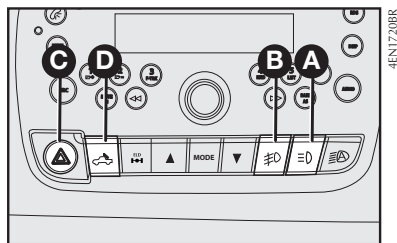

fig. 76
**C** – Botão com indicação de função para ligar/desligar as luzes de emergência **fig. 76**.
O botão de comando **A**—**fig. 76** estará habilitado com seu respectivo LED quando for instalado o componente. Para a instalação dos faróis auxiliares, recomendamos dirigir-se à **Rede Assistencial Fiat**.